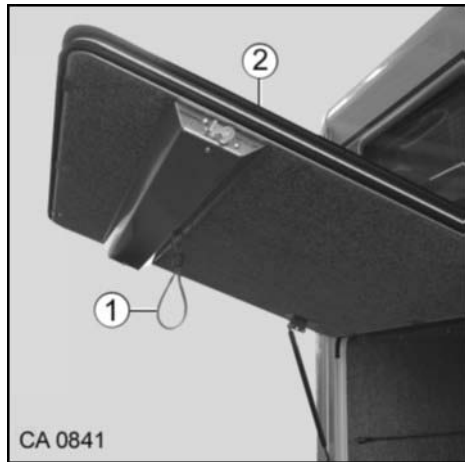

Fig. 67 Portière du garage, passant de fermeture
2. Soulever la serrure avec la main et guider la porte du garage (Fig. 67/2) vers le haut.
1. Tirer la portière du garage (Fig. 67/2) au passant de fermeture (Fig. 67/1) un bout vers le bas.
2. Fermer complètement la portière du garage (Fig. 67/2) en exerçant une pression sur la serrure.